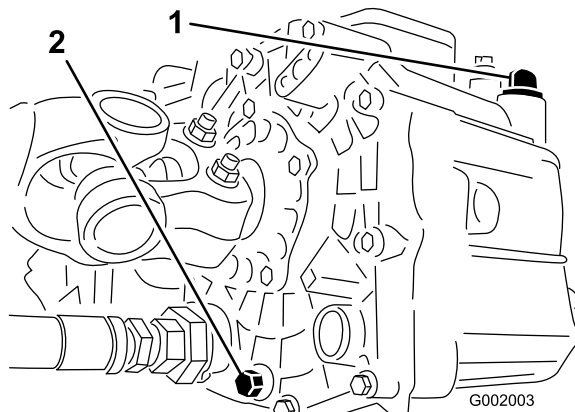

図 62
3. 油圧オイル・タンクの側面にあるドレン・バルブをゆるめ、流れ出すオイルを容器に受ける(図 62)。